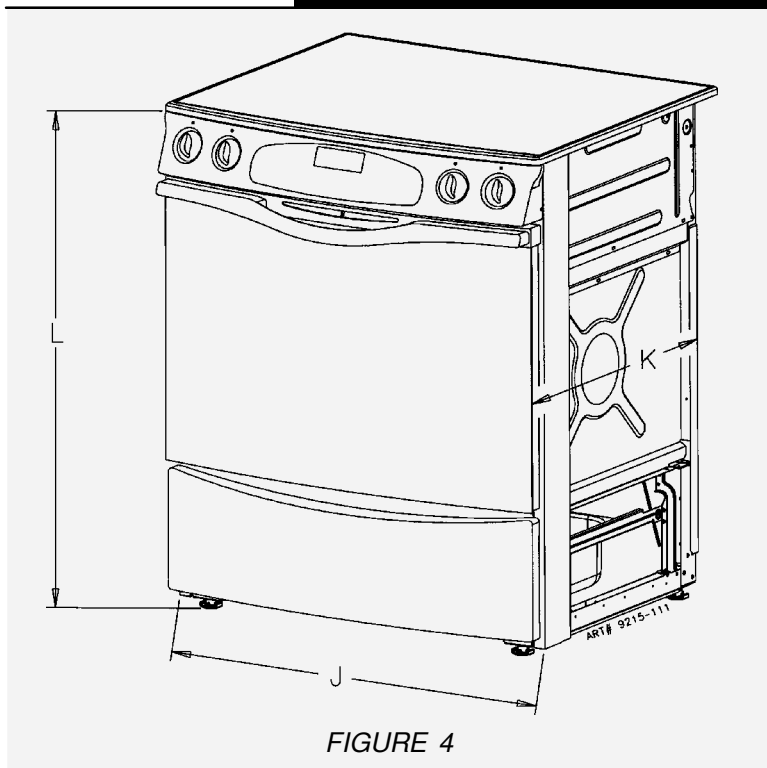

FIGURE 4
2. La dimension K (figure 4, page 20) est mesurée du mur au bord latéral de la porte du four. Elle n'inclut pas la courbe du verre ni la profondeur de la poignée.
3. La dimension L (figure 4, page 20) est mesurée avec les pieds de réglage vissés à fond. Elle peut varier légèrement en fonction du réglage des pieds.